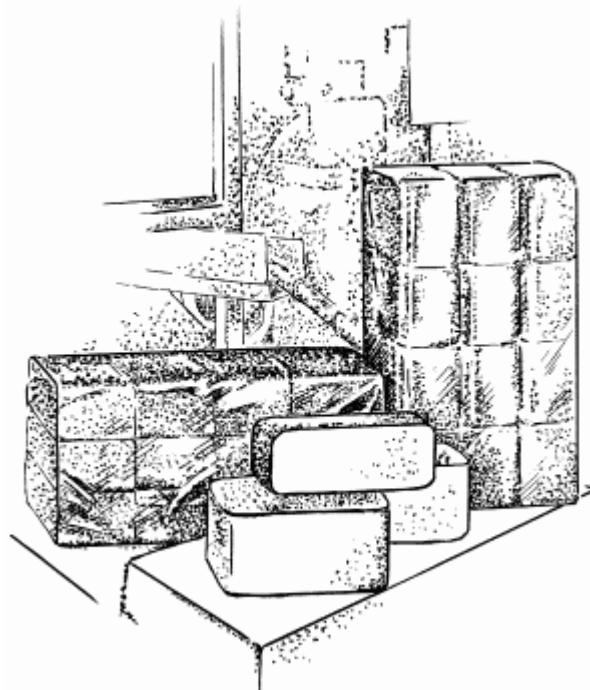

Рис. 56. Брикеты.
- брикеты (рис. 56) можно использовать как удобрение и топливо.